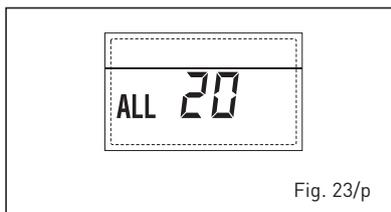

Fig. 23/p
- ANOMALIA GUASTO SONDA MANDATA PRIMA ZONA MISCELATA "ALL 21" (fig. 23/q)